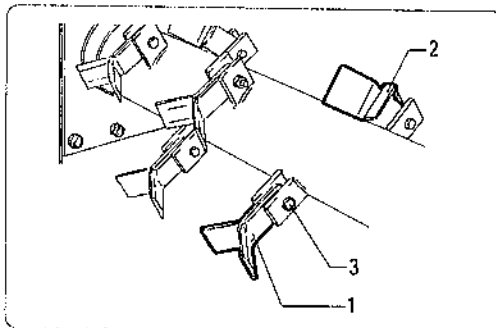

fig. 7.9.1
7.9 - Controllo e sostituzione dei coltelli o delle mazze (fig. 7.9.1)
Se occorre sostituire uno o più coltelli o mazze rotte, ad esempio il coltello numero "1" di fig. 7.9.1, sostituire anche il coltello o la mazza diametralmente opposto, cioè la numero "2" per evitare squilibrate del rotore.
7.9 - Checking and replacing the knives or hammers (fig. 7.9.1)